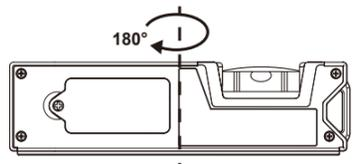

FIG. 2
d. Nella stessa posizione, ruotare l'apparecchiatura di 180° (vedere la FIG. 2 seguente), quindi premere il pulsante **MODE**, "CAL 2" lampeggia più volte. Dopo che "CAL 2" scompare, la calibrazione è completata e quindi il display LCD mostrerà l'angolo corrente nel display ad alta precisione.